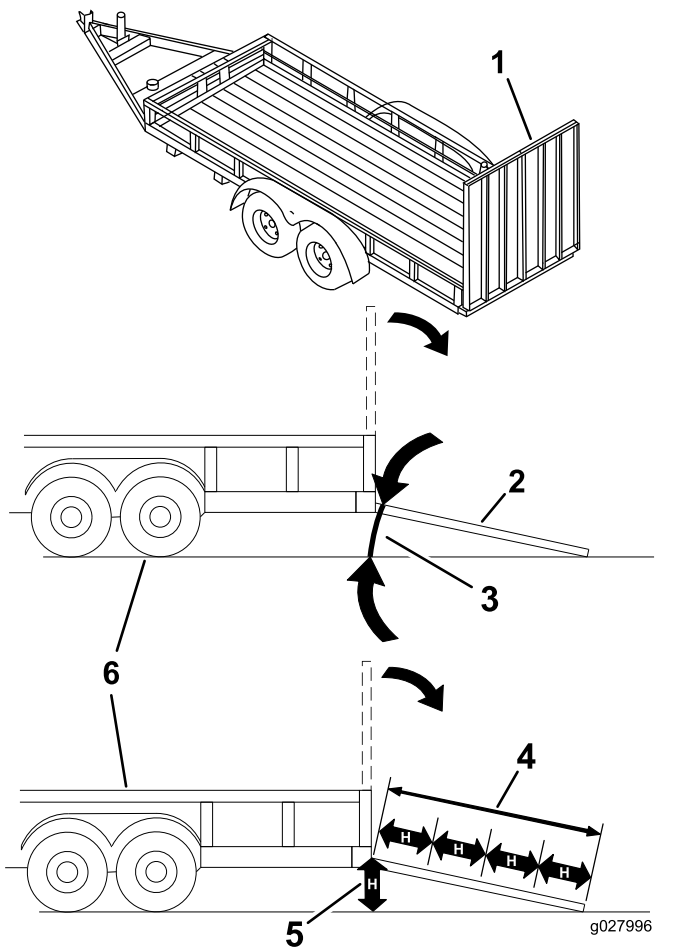

Figure 28
Le chargement de la machine sur une remorque ou un camion augmente le risque de basculement, et donc de blessures graves ou mortelles (Figure 28).
1. Abaissez la rampe pour que l'angle avec le sol ne dépasse pas 15 degrés (Figure 28).